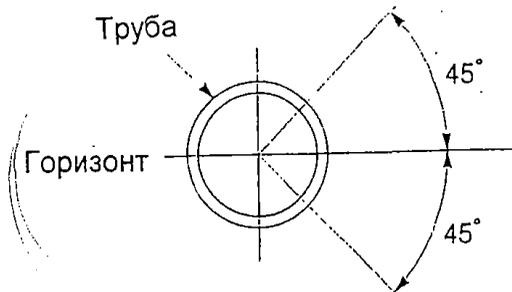

Рис. 6. Правильное расположение датчиков в поперечном сечении горизонтальной трубы
- ✓ на горизонтальных трубопроводах датчики располагаются в пределах  $\pm 45^\circ$  от горизонтальной оси (рис. 6);